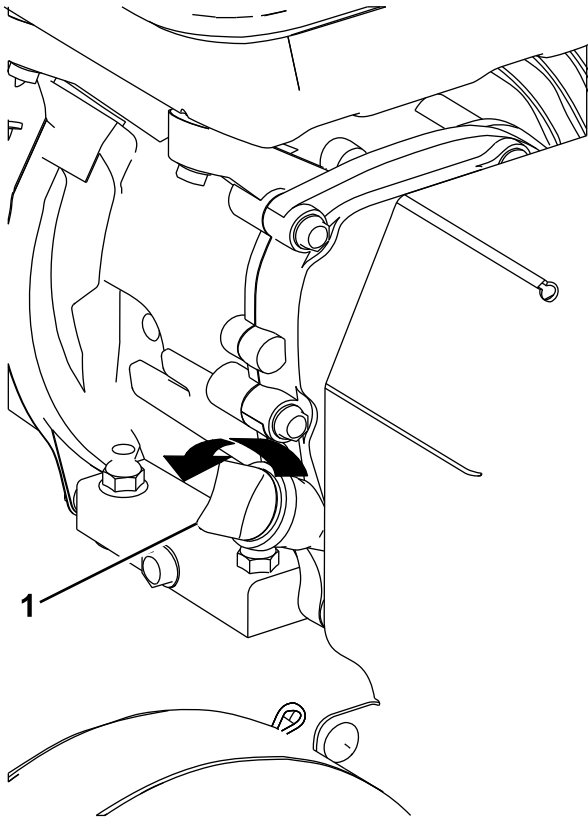

Bild 14
2. Reinigen Sie den Bereich um den Peilstab (Bild 14), damit kein Schmutz in den Einfüllstutzen gelangen und den Motor beschädigen kann.
3. Nehmen Sie den Peilstab heraus und wischen das Ende ab (Bild 14).
4. Stecken Sie den Peilstab vollständig in den Einfüllstutzen. **Nicht einschrauben.** (Bild 14).